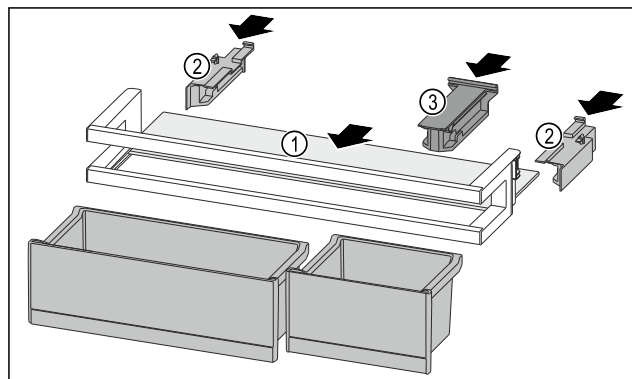

Fig. 120
- Wsunąć półkę Fig. 120 (1) w boczne wycięcia.
- Włożyć elementy boczne Fig. 120 (2).
- Włożyć element trzymający Fig. 120 (3).